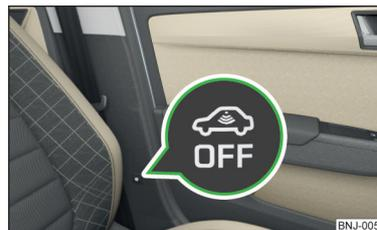

Fig. 36
- > Premir a tecla  na coluna central no lado do condutor » Fig. 36, na tecla acende o símbolo .